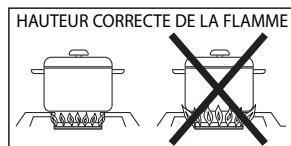

Fig. 25
- Pour des raisons de sécurité, la flamme ne doit jamais dépasser le fond du récipient. Ne laissez jamais les flammes lécher les parois de l'ustensile de cuisson (voir Fig. 25). Ceci décolorera ou endommagera l'ustensile.